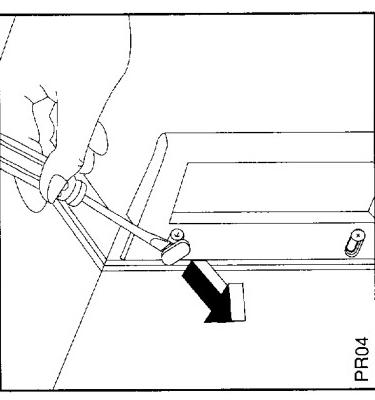

Abb. 3
- 10) Griff abnehmen und auf der gegenüberliegenden Seite befestigen (Abb. 3).